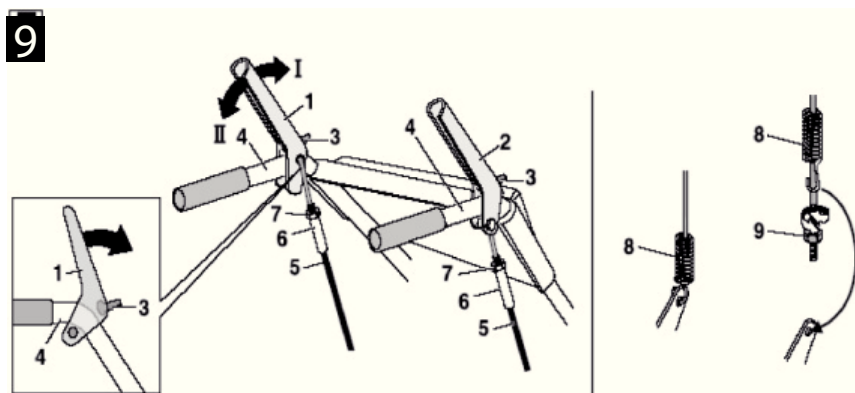

Рисунок 9
фрикционного диска (3). Если происходит контакт, ослабьте тросик привода колес (см. раздел “Регулировка тросиков привода”) см. рис.9. Устанавливая рычаг переключения скоростей последовательно в каждое положение, нажимайте рычаг привода колес/гусениц. При этом ведомый и ведущий диски должны входить в контакт. Если этого не происходит, натяните тросик привода колес (см. раздел “Регулировка тросиков привода”).